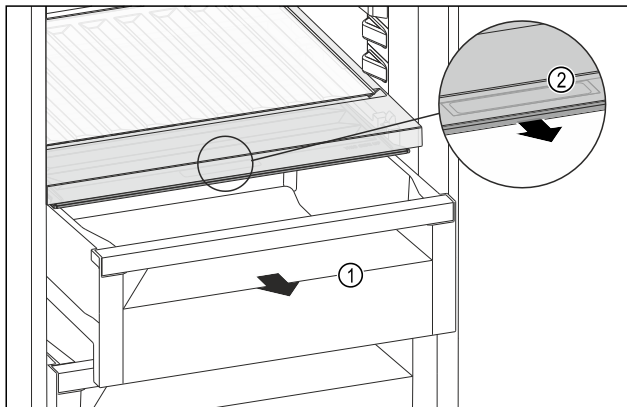

Fig. 221
- Estrarre il cassetto Fig. 221 (1).
- Afferrare la maniglia incassata Fig. 221 (2) sul coperchio dello scomparto e tirare allo stesso tempo in avanti il coperchio dello scomparto.